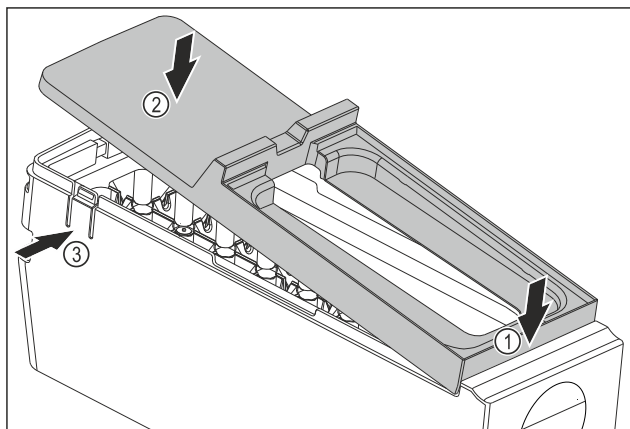

Fig. 134
- Montirajte poklopac tijela sustava EasyTwist-Ice: Postavite poklopac srijeda. Fig. 134 (1)
- Spustite poklopac straga. Fig. 134 (2)
- ▷ Poklopac će se čujno uglaviti u oba jezička Fig. 134 (3).